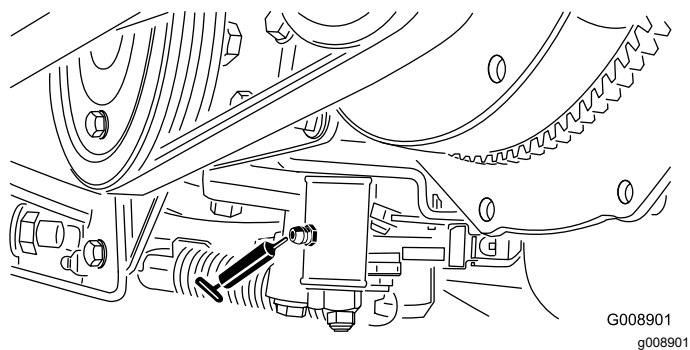

Figura 40
- Mecanism de reglare poziie neutru (Figura 40)